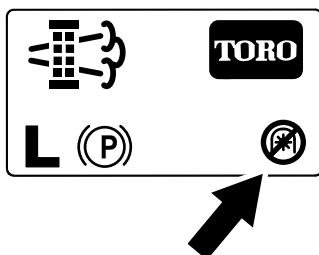

Figura 51
**Nota:** La pantalla de inicio muestra el icono de toma de fuerza desactivada (Figura 51).
**Nota:** La pantalla de inicio muestra el icono de toma de fuerza desactivada; consulte la Figura 51 en Mensajes de regeneración con la máquina aparcada \(página 38\).